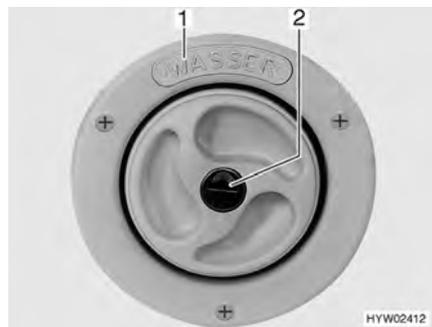
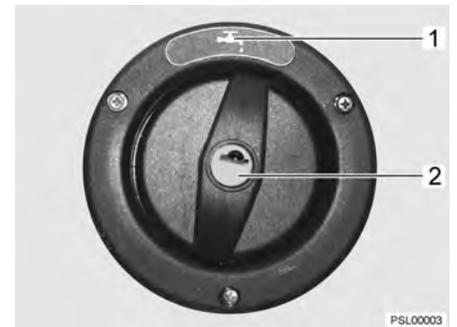

Fig. 38 Tapa de cierre para el tubo de llenado de agua potable
Fig. 39 Tapa de cierre para el tubo de llenado de agua potable (alternativa)
-  El tubo de llenado de agua potable está marcado con el rótulo "WASSER" (agua) (Fig. 38,1) o con el símbolo "🚰" (Fig. 39,1).
- Introducir la llave en el cilindro de cierre (Fig. 38,2 ó Fig. 39,2) y girar en sentido contrario a las agujas del reloj.